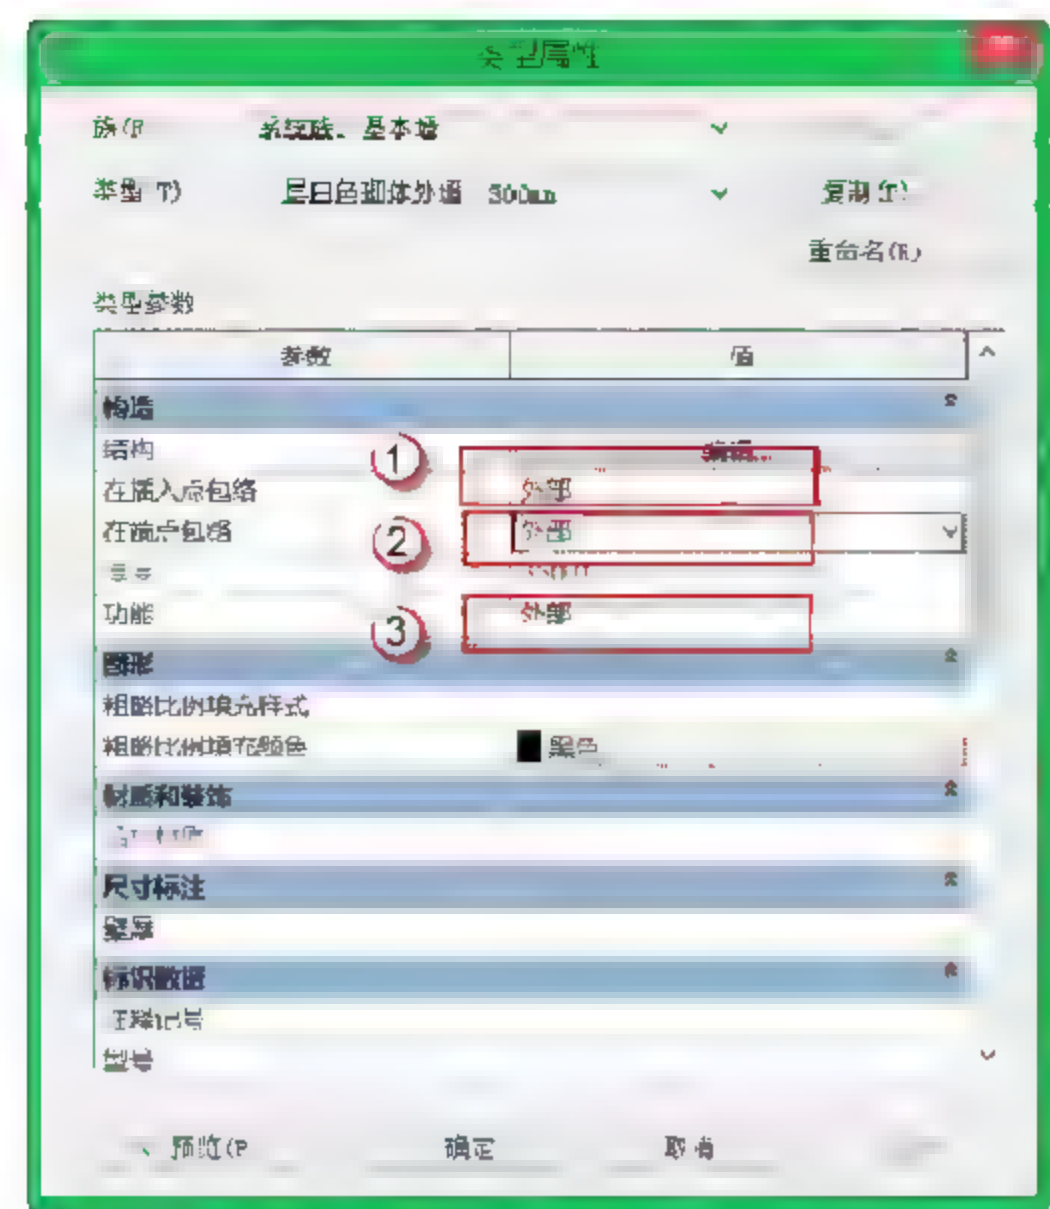

图 10.1.22 编辑“包络”
(9) 编辑“包络”。在“类型属性”对话框中，选择“在插入点包络”后的参数“不包络” → “外部”，再选择“在端点包络”后的参数“无” → “外部”，选择功能参数后的“无” → “外部”，如图 10.1.22 所示。